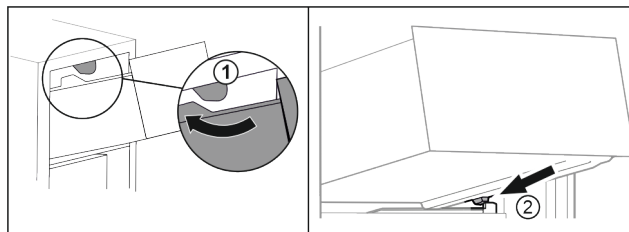

Fig. 61
► Duceți sertarul în jurul opritoarelor superioare. Fig. 61 (1)
► Așezați sertarul oblic în spatele opritoarelor inferioare pe nervura recipientului. Fig. 61 (2)